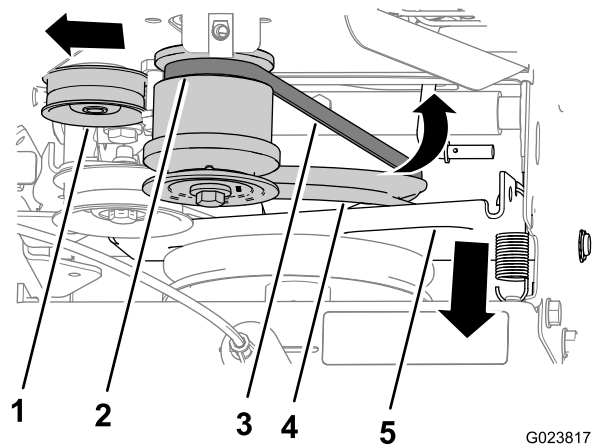

Figura 42
4. Gire el soporte del control de tracción y la polea de tracción hacia adelante (Figura 42).
5. Tire hacia fuera de la polea tensora (Figura 42).
7. Retire la correa de la ranura trasera de la polea del motor y retire la correa de la máquina (Figura 42).
- Coloque la correa en la ranura de la polea de tracción (Figura 42).
- Tire hacia fuera de la polea tensora (Figura 42).
- Coloque la correa en la ranura trasera de la polea del motor (Figura 42).